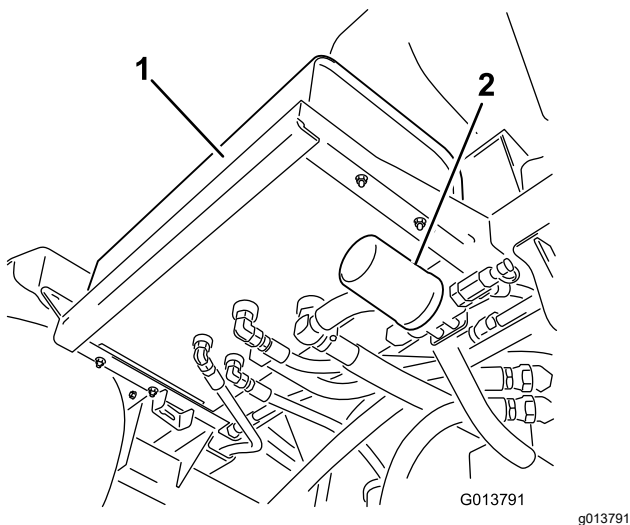
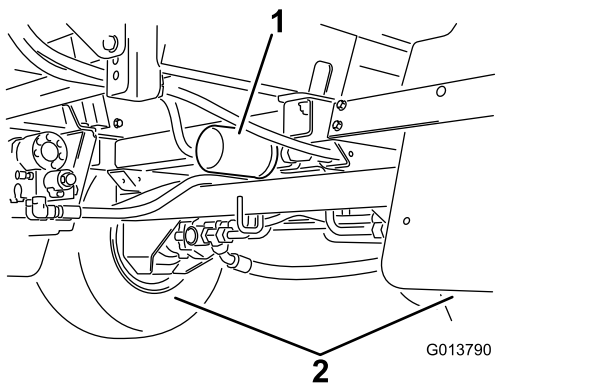

Figure 104
Figure 105
- Localisez les 2 filtres hydrauliques sur la machine (Figure 104 et Figure 105).